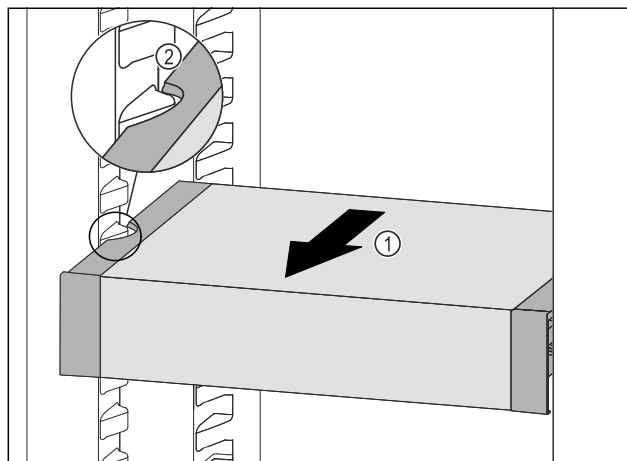

Fig. 105
- VarioSafe naar voren trekken Fig. 105 (1), tot de uitsparingen aan de zijkant van de VarioSafe zich ter hoogte van de rib in het koelgedeelte bevinden. Fig. 105 (2)